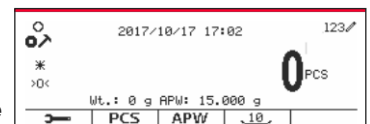

Figure 45
- Après modification, appuyez sur le bouton multifonction correspondant à l'icône ✓ pour confirmer, puis appuyez sur le bouton multifonction correspondant à l'icône  pour quitter le sous-menu. (Voir Figure 45)